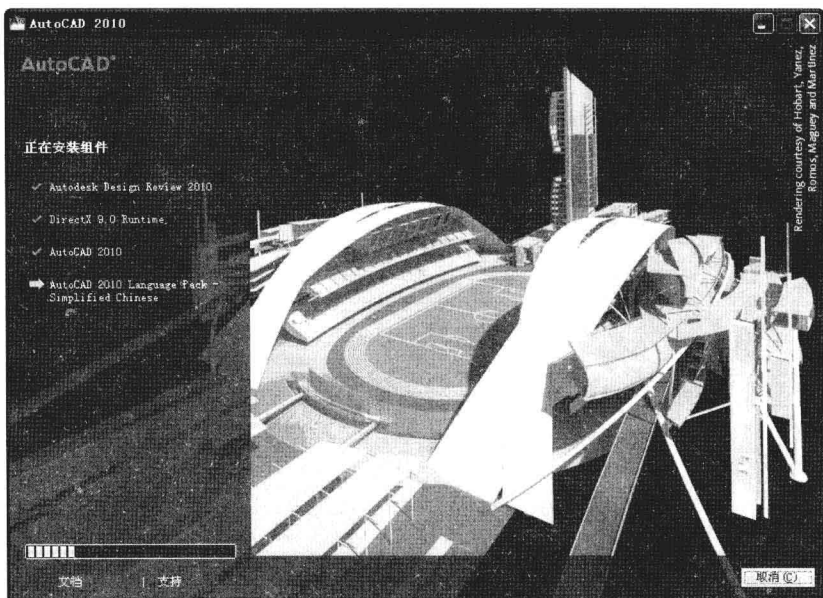

图 1-2-7
(7) 在查看 - 配置 - 安装界面中，单击“安装”按钮，开始安装软件，如图 1-2-7 所示